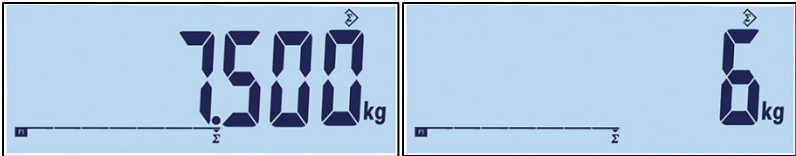

Figura 2-25: Símbolo del valor de recopilación
3. Presione y mantenga así la tecla de función para mostrar el valor total (Figura 2-25, izquierda). Observe que cuando se muestra la acumulación o el conteo, el icono de acumulación Σ destellará. Presione la tecla de función brevemente, y aparece brevemente el “Conteo” o el número de valores (Figura 2-25, derecha). Cada vez que se presiona la tecla de acumulación, la pantalla cambia entre conteo y suma.